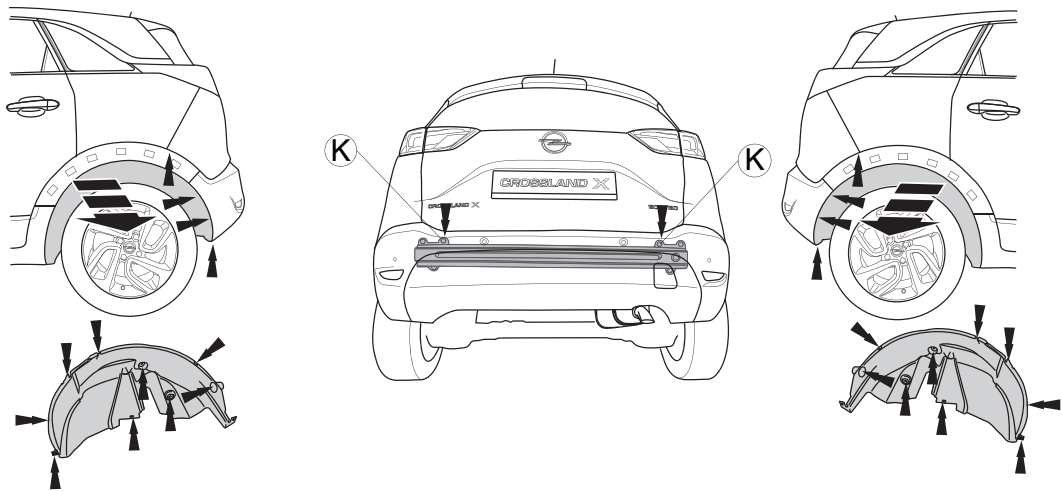

Fig. 1
1. Снять бампер. См. рисунок 1.
4. Снять заводские болты в точках К. См. рисунок 1.